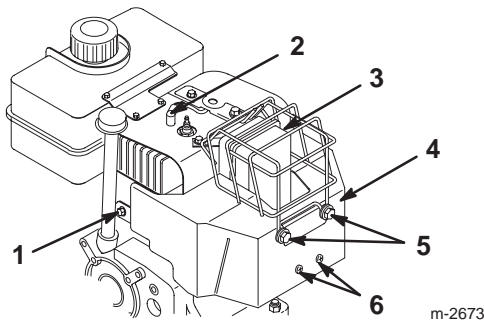

Figure 23
Avant d'utiliser la déneigeuse par une température extérieure supérieure ou égale à 4°C, déposez la boîte de chauffage (Fig. 23).
1. Débranchez la bougie et éloignez le capuchon pour éviter tout risque de contact accidentel (Fig. 23).
4. Enlevez les fixations de la boîte de chauffage du carburateur (Fig. 23).